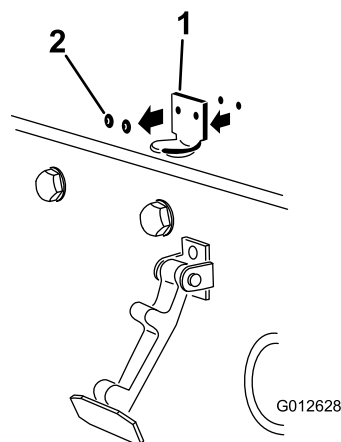

图3
2. 卸下将机罩门锁支架固定至机罩的 2 个铆钉 (图3)。